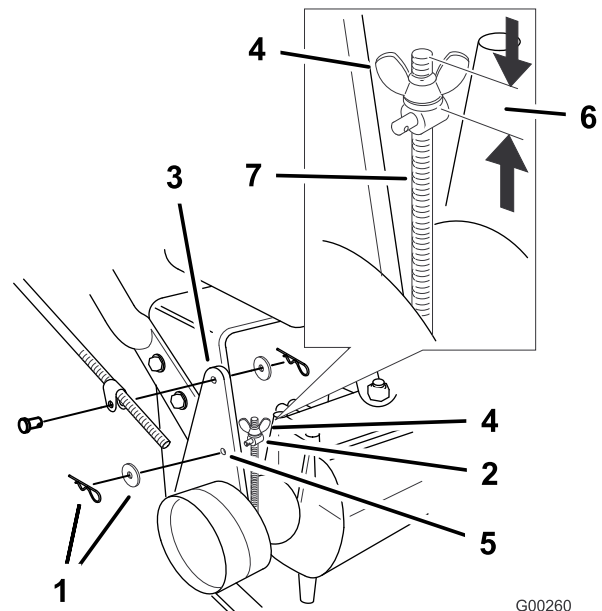

Figura 43
Nota: Para el ajuste inicial, ajuste la tuerca de orejeta hasta que se encuentre a 32 mm (1-1/4 pulg.) de la parte superior de la varilla (Figura 43).
5. Para ajustar el freno, retire el pasador de horquilla y la arandela de la palanca del freno y el collar (Figura 43).
8. Instale el collar en el taladro F (Figura 43). Apriete la tuerca de orejeta.
9. Fije el collar a la palanca de freno con la arandela y el pasador de horquilla (Figura 43).